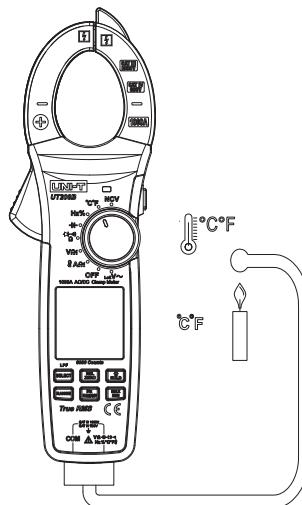

Рис. 12
12. Измерение температуры (Рис. 12)
- 2) Подключите к прибору термопару типа K (см. Рис. 12).